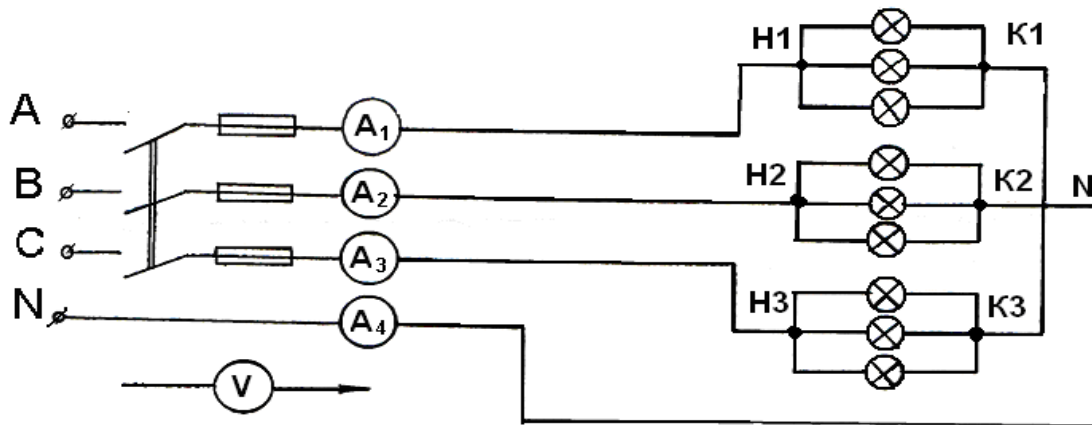

Рисунок 4 – Схема трехфазной цепи с нейтральным проводом.
1) Соберите схему исследования трехфазной цепи, предъявите для проверки преподавателю (рисунок 4).